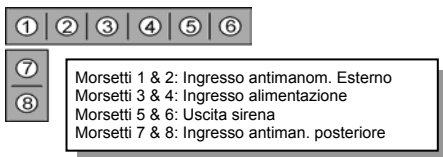

Figura 2: Collegamenti fili
4. Collegare un trasformatore da 12Vc.c. o 9Vc.a, 500mA, ai morsetti 3 e 4 sulla morsettiera sirena (polarità non è importante) – vedere la figura 2.
18. Collegare il trasformatore alla morsetti e la batteria di riserva al connettore batteria. – vedere la figura 2 per ulteriori informazioni sui collegamenti dei cavi.